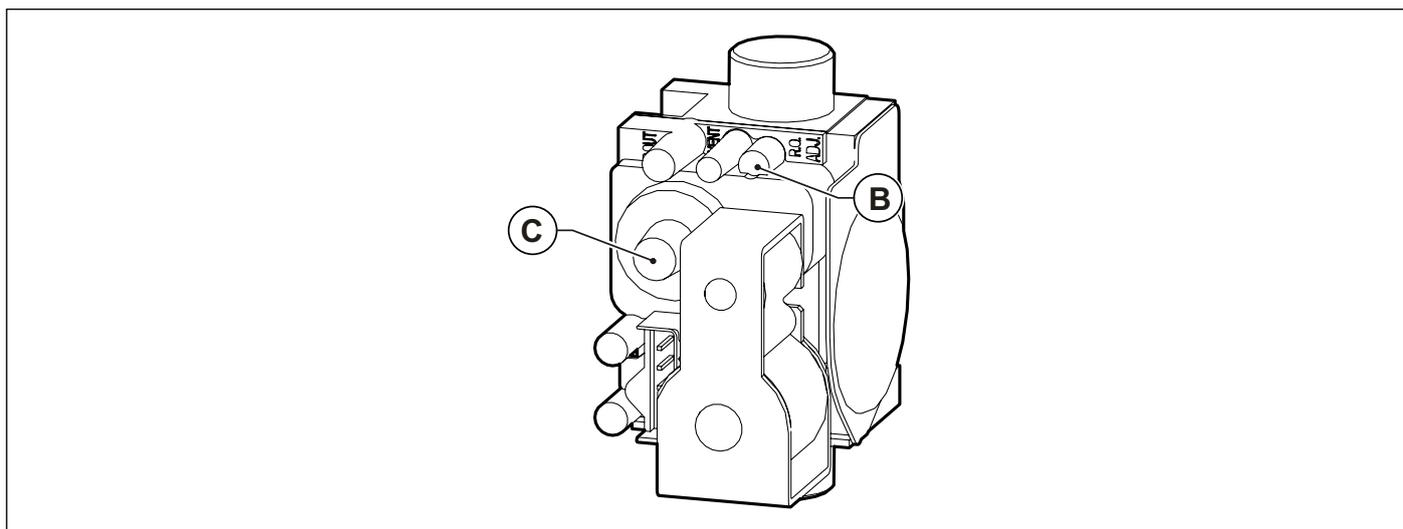

Fig. 25 Reglare valoare dioxid de carbon
- Reglați valoarea dioxidului de carbon (CO₂) din gazele arse, rotind regulatorul de raport **B** (vezi Fig. 25 Reglare valoare dioxid de carbon) și asigurați-vă că reintră în limitele din Tab. 12 Valori ale CO₂ în gazele arse. Lăsați centrala în modul curățare și treceți la pasul următor de reglare la puterea minimă.
- Reglați valoarea dioxidului de carbon (CO₂) din gazele arse, rotind regulatorul **C** (vezi Fig. 25 Reglare valoare dioxid de carbon) și asigurați-vă că reintră în limitele din Tab. 12 Valori ale CO₂ în gazele arse.